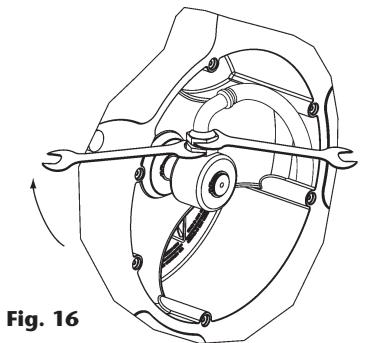

Fig. 16
2. Lösen Sie die Schraubenmuttern mit Hilfe zweier Gabelschlüssel (Fig. 16).